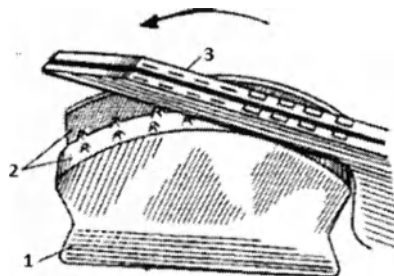

Рисунок 4. Зарядка аппарата скобками:
8.2. Проверьте наличие скобок в пазах губки перед наложением аппарата. Для этого к тыльной стороне губки 3 скобочной половины прижмите универсальную подставку 1 (рис. 4) и перекатите ее вдоль губки в направлении, указанном стрелкой.